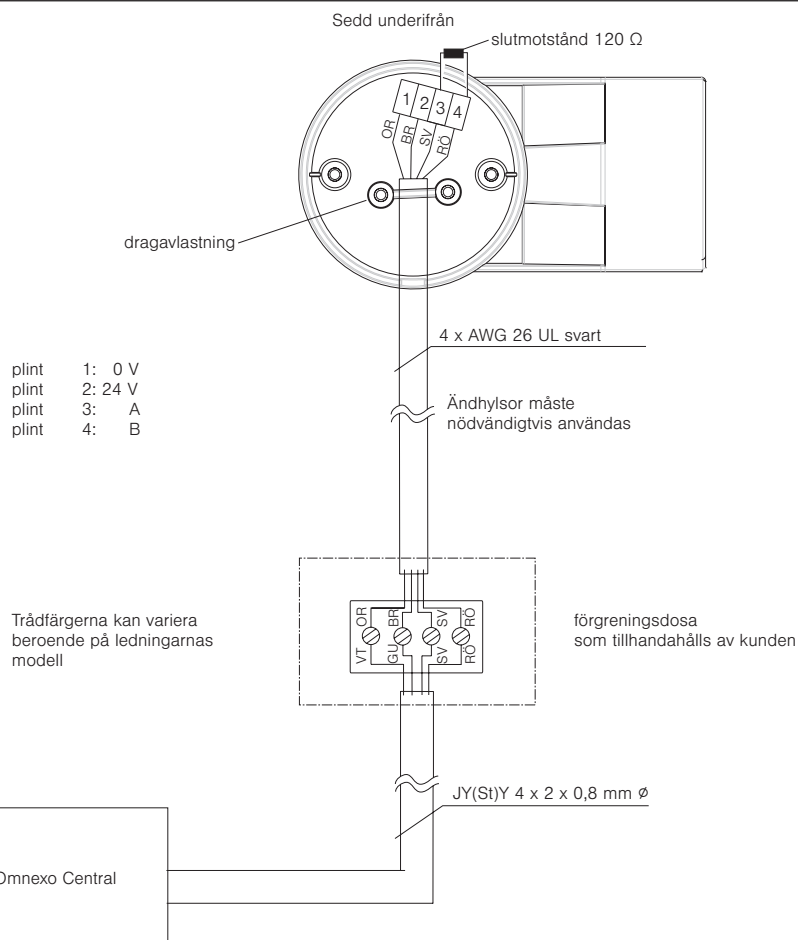

Bild 4 Anslutningsschema WAREMA Väderstation move
- Anslut väderstationen till Omnexo Centralen enligt anslutningsschemat Bild 4 på sidan 4.
i Om WAREMA Väderstation move är den sista bussdeltagaren på busslinjen, måste slutmotståndet ställas in manuellt (s. Bild 4 på sidan 4).